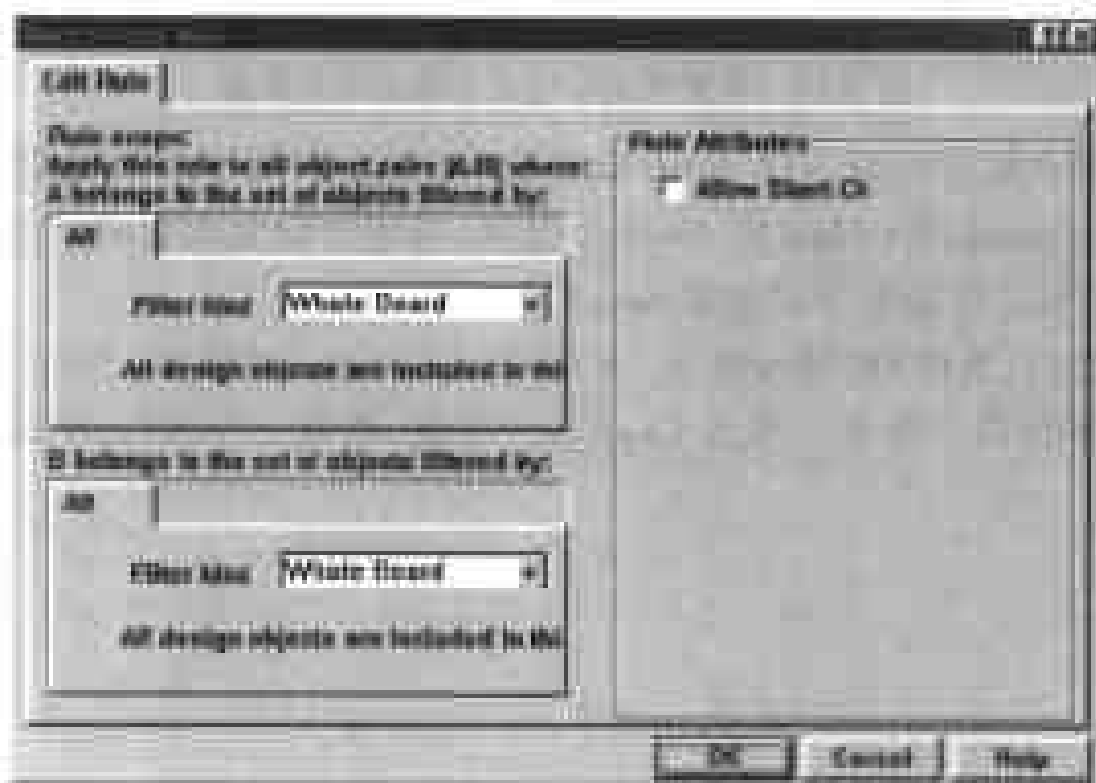

图 9-56 设置是否允许短路
(2) 在对话框下部单击 Add 命令按钮,即可弹出如图 9-56 所示的对话框,在此对话框中用户可以设定是否允许短路。
(3) 在对话框左边分别单击两个 Filter kind 选项的下拉列表框,在弹出的下拉列表中包含 Whole Board, Net Class 和 Net 3 个选项,供用户设置此规则的适用范围,这两个选项的取值将反映在 Design Rules 对话框下部方框的 Scope1 和 Scope 2 栏中。
(4) 在对话框右边单击 Allow Short Circuit 复选框,即可设定允许短路,此选项的设置将反映在 Design Rules 对话框下部方框的 Allowed 栏中。
(5) 在对话框中设置了各个选项之后,单击 OK 命令按钮,返回 Design Rules 对话框,